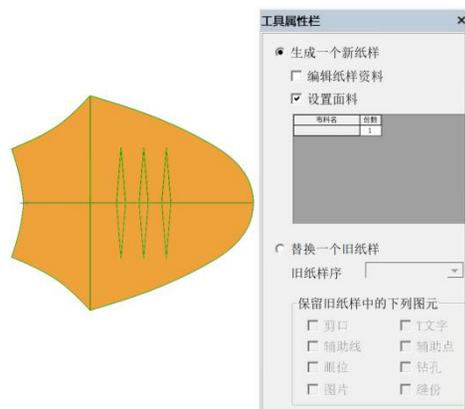

图 14.1
- (1) 选择剪刀工具单击或框选组成纸样的线，弹出【工具属性栏】对话框后单击鼠标右键，即可生成纸样（如图 14.1）；